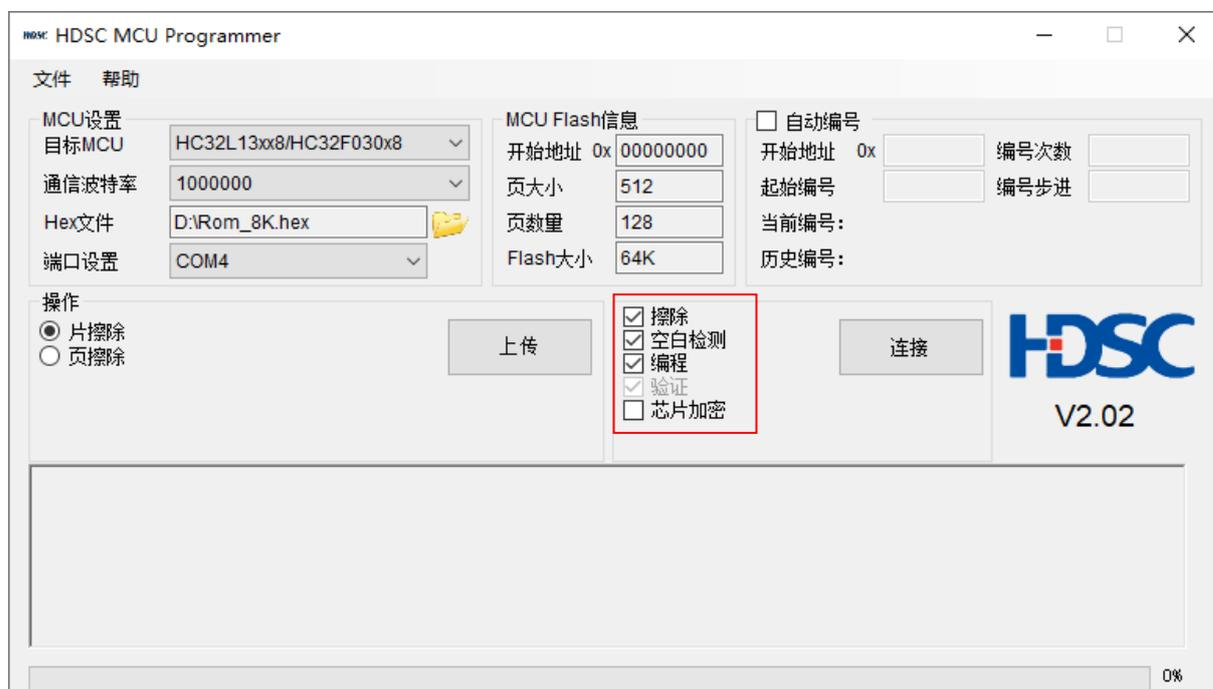

图 8 选择操作
3) 选择想要的操作。例如选取“擦除”、“空白检测”、“编程（验证）”复选框。如图 8 所示。